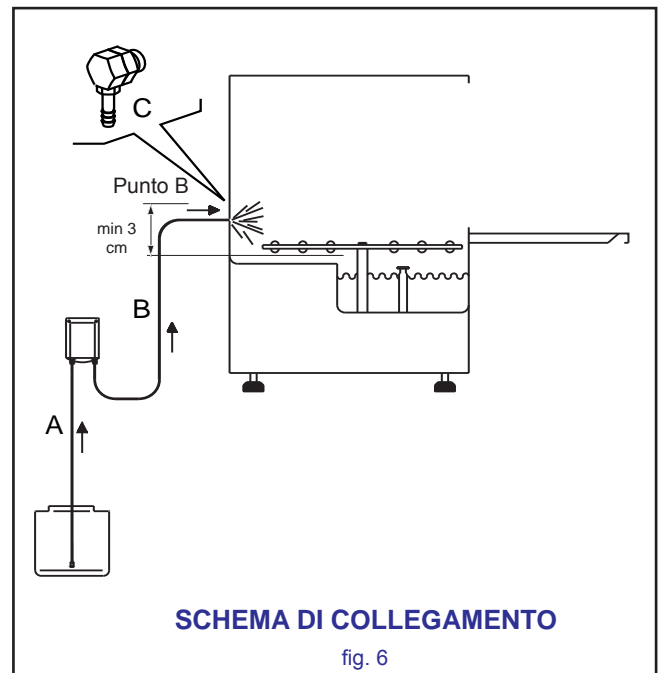

fig. 6
- In caso contrario forare del diametro del vostro iniettore la parte posteriore della vasca (vedi fig. 6). Tale operazione deve essere effettuata dall'Assistenza Tecnica. Il foro deve essere eseguito sopra il livello dell'acqua.
- Montare correttamente l'iniettore (C) utilizzando le appropriate guarnizioni.
- Collegare la cannuccia di aspirazione sull'attacco aspirante del dosatore (vedi fig. 6 punto A).
- Collegare la cannuccia di mandata sull'altro attacco del dosatore e il raccordino di mandata (vedi fig. 6 punto B).